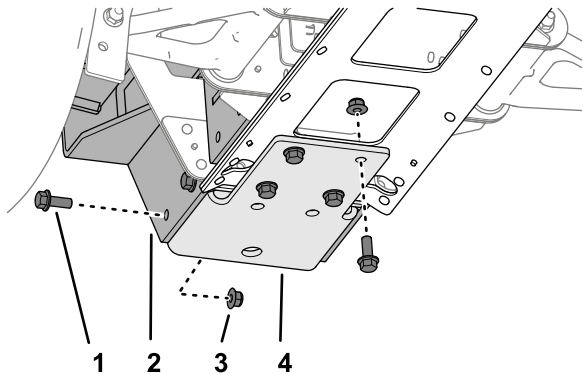
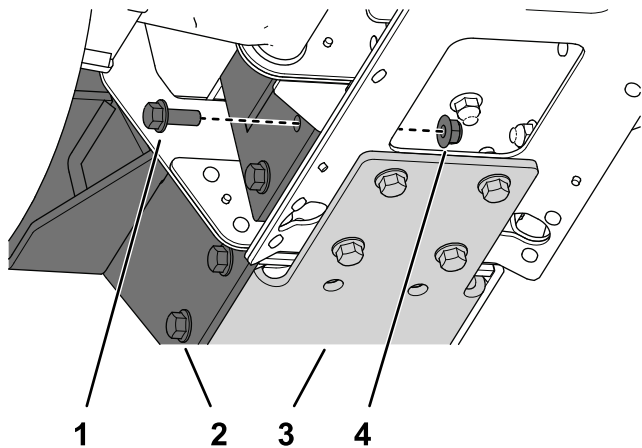
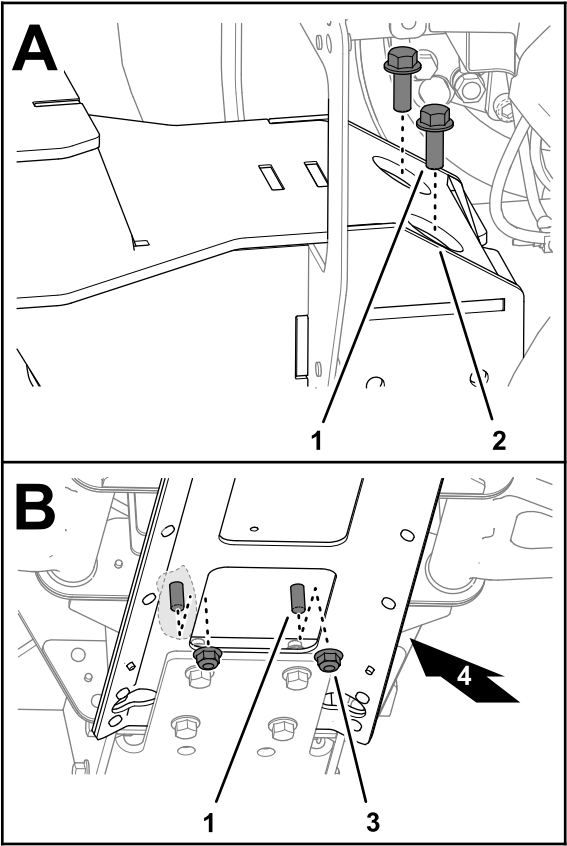

图 57
图 58
图 59
1. 使用 14 个凸缘螺栓 $\frac{3}{8}$ x 1 英寸和 14 个凸缘锁紧螺母 $\frac{3}{8}$ 英寸将捡球器安装座和底部支架安装到前机架槽和中心槽板上图 57、图 58 和图 59。